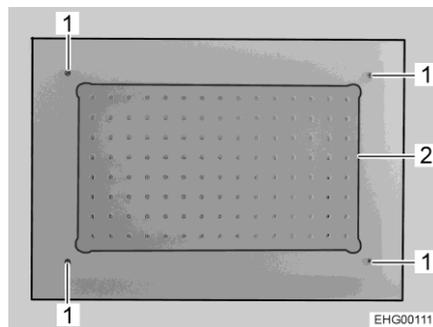

Bild 312 Deckenleuchte
- 4 Schrauben (Bild 312,1) herausdrehen.
- Glasplatte (Bild 312,2) mit fest montierten LEDs abnehmen.
- Neue Glasplatte inklusive LEDs aufsetzen und 4 Schrauben (Bild 312,1) hineindrehen.